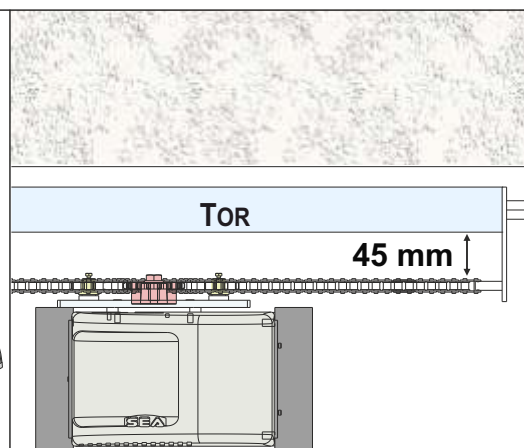
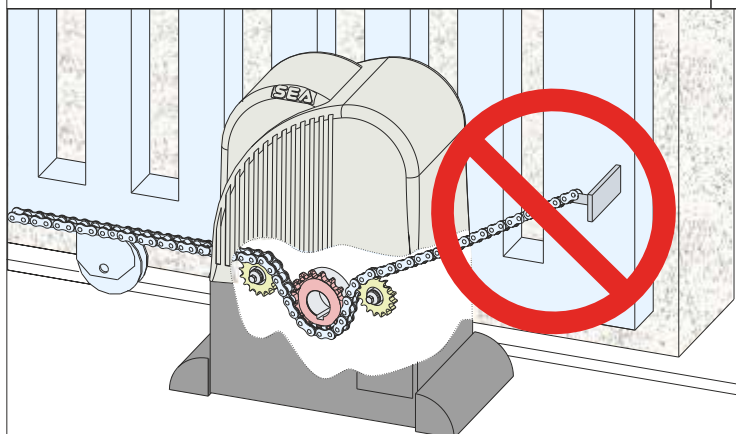
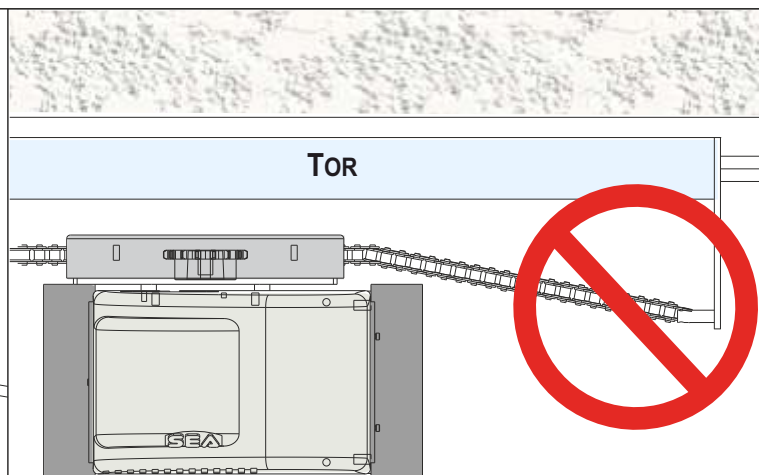

Abb. 22
Abb. 25
Abb. 26
**ACHTEN SIE DARAUF, DASS KETTENSPIANNER UND KETTE EINEN MINDESTABSTAND VON 45mm ZUM TOR HABEN - ABB. 22**
Die Kette muss immer in einer Linie und in gleichem Abstand zum Tor liegen - Abb. 22; bei nicht perfekter Ausrichtung - Abb. 25 y Abb. 26 - kann neben der Entgleisung der Ritzelgruppe auch der Antrieb durch übermäßige Überhitzung durch Kraftaufwand beschädigt werden.